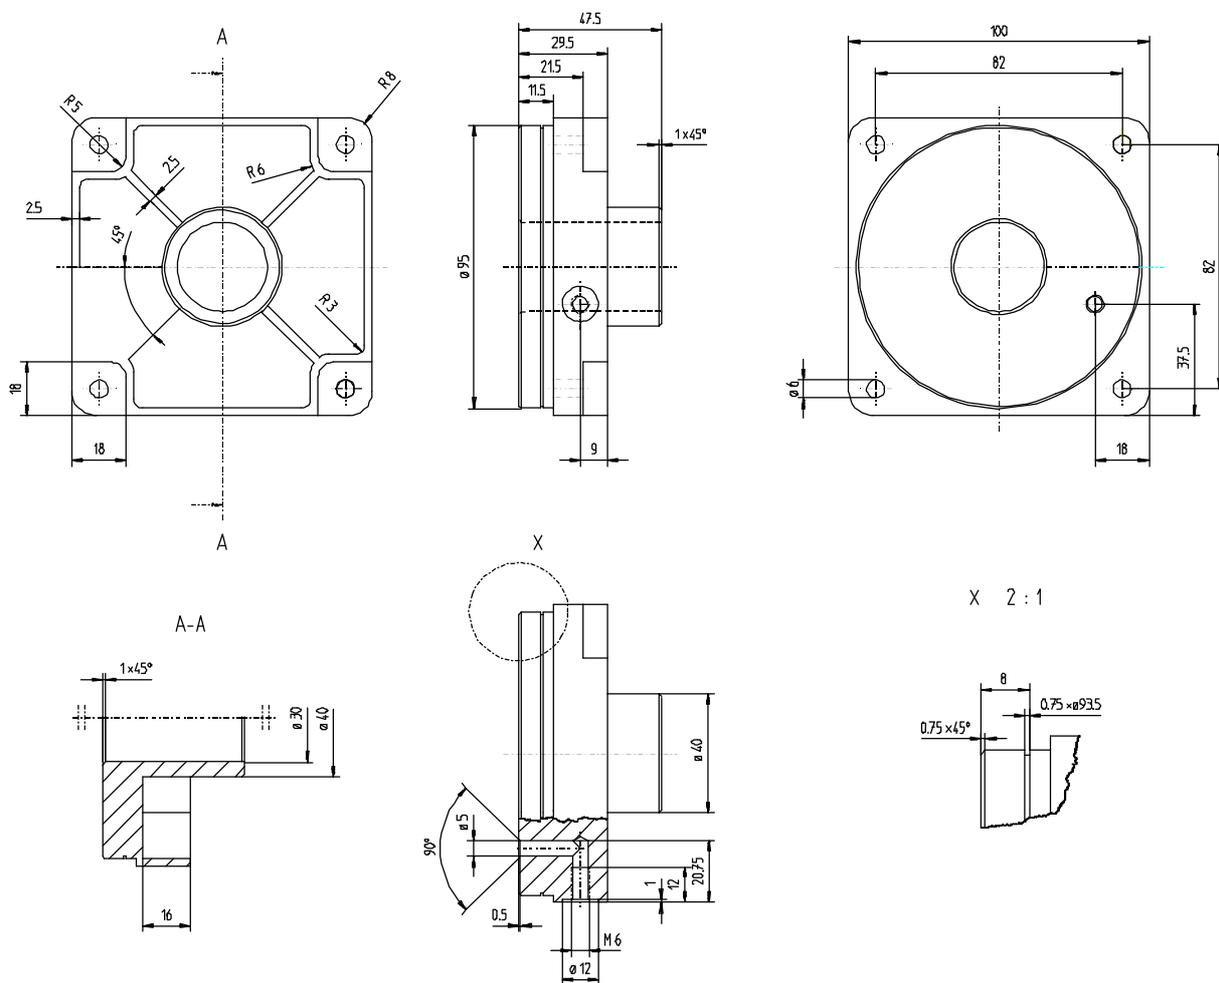

Abbildung 4.1: Vorderer Gehäusedeckel
An dieser Stelle folgt nun eine detaillierte Konstruktionsbeschreibung des vorderen Gehäusedeckels, (Abbildung 4.1) des in Abbildung 3.1 dargestellten Pneumatikzylinders.
- ? Konstruieren der Rundungen wie in der Gesamtzeichnung des vorderen Gehäusedeckel unter Abbildung 4.1 und unter Abbildung 4.6.b über **[MENÜ 2]? -RUNDUNG** mit dem Radius 5 für Außen und den Radien 3 und 6 für Innen.